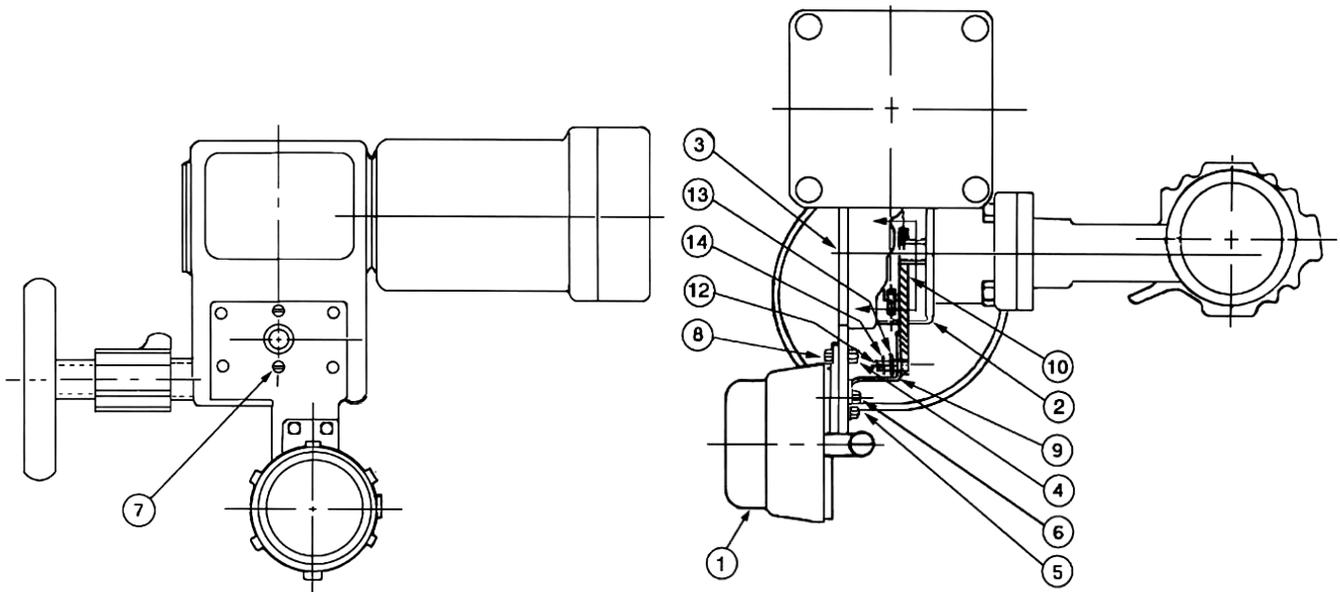
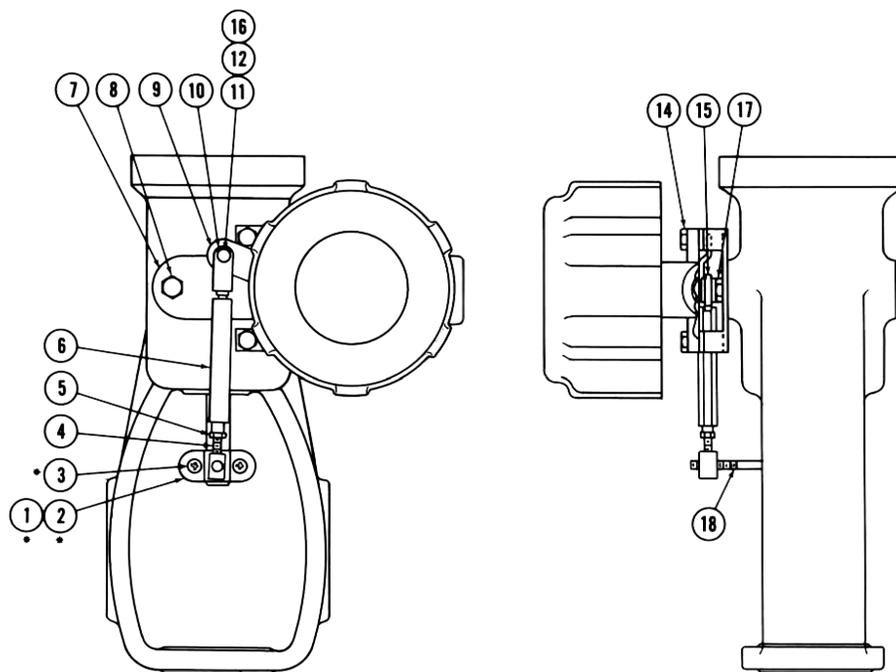

Рисунок 3.
Рисунок 6.
Для соединения вала переключателя (11) и клапана используются две муфты; муфта пластинчатого типа (поз. 9, рис. 3), которая вращает клапаны вала, и задний рычаг (поз. 9, рис. 6) для клапанов
управления линейным движением. Каждая муфта крепится к валу переключателя (11) с помощью пружинной шайбы и колпачкового винта. Подробно крепежные детали показаны на рис. 3 - 7.